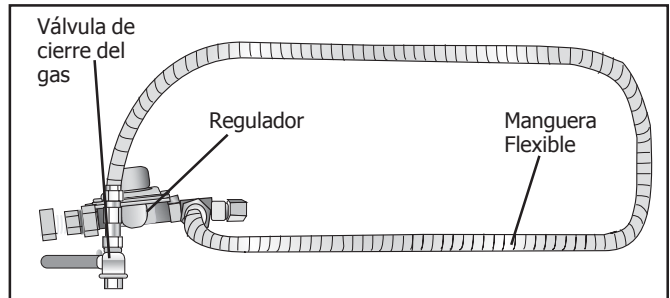

Figura 5: Método con Manguera Flexible
**Método con Manguera Flexible (vea Figura 5, esta página)**